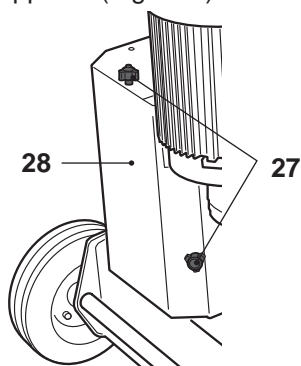

Fig. 10a
- > Ouvrez le capot arrière [28] en desserrant les 2 vis papillons [27], de manière à dégager la vis d'aération [30]. (Fig. 10a).